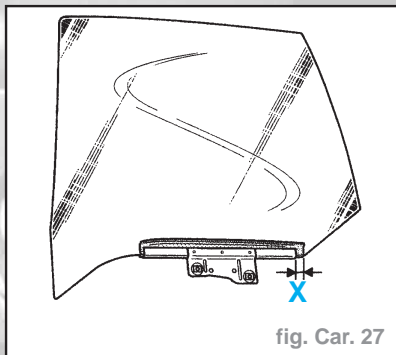

fig. Car. 27
- Respecter la cote (X) de **18 mm** pour chausser correctement le bas de vitre (fig. Car. 27).